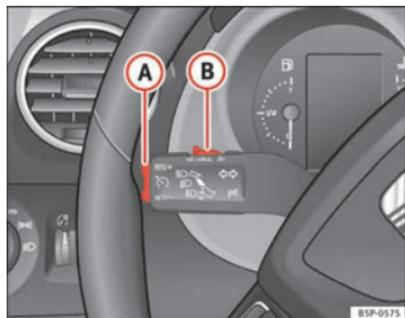

Fig. 153 Palanca de intermitentes y de luz de carretera: conmutador y tecla basculante para el regulador de velocidad
- Mueva el mando ⇒ fig. 153 **(B)** hacia la izquierda hasta la posición **ON**.